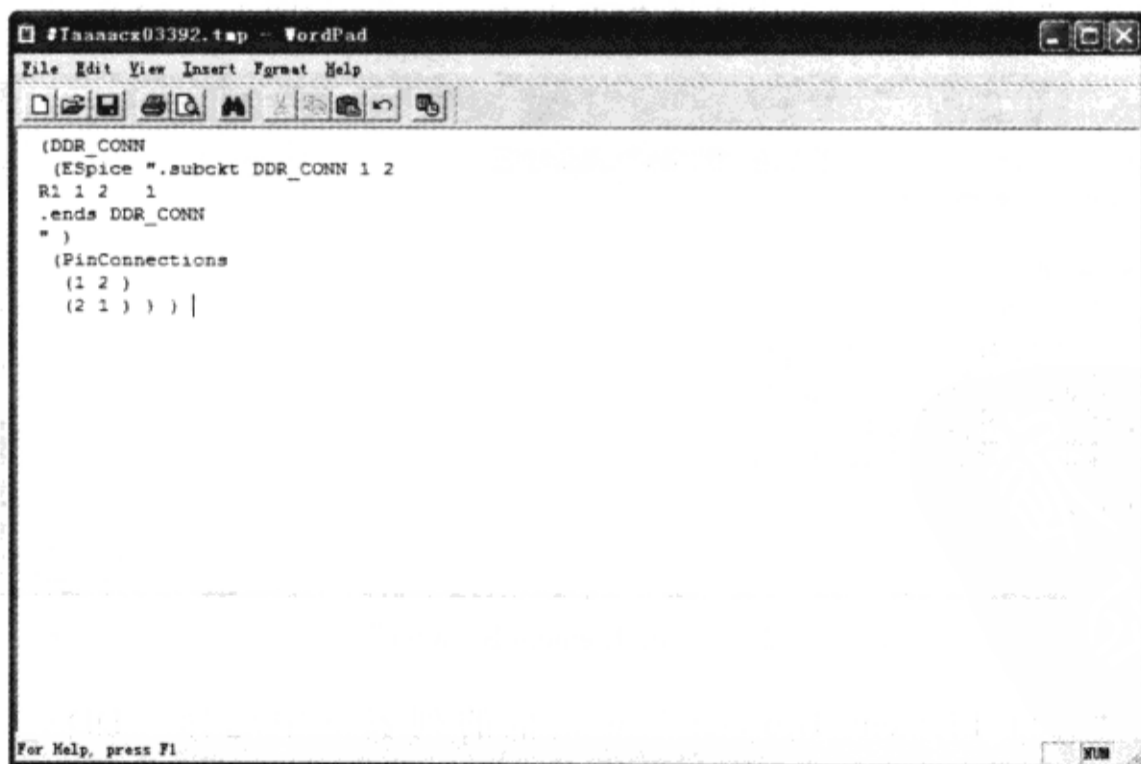

图 3-8-30 编辑窗口
(11) 在列表中双击“DDR\_CONN”打开编辑窗口，如图 3-8-30 所示。